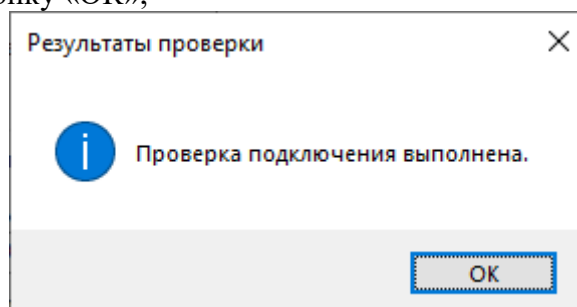

Рисунок 3.3.5
- нажать кнопку «Проверить подключение». В случае корректно созданного соединения и корректно введенных данных должно появиться окно с сообщением: «Проверка подключения выполнена» (см. Рисунок 3.3.5). Нажать кнопку «ОК»;